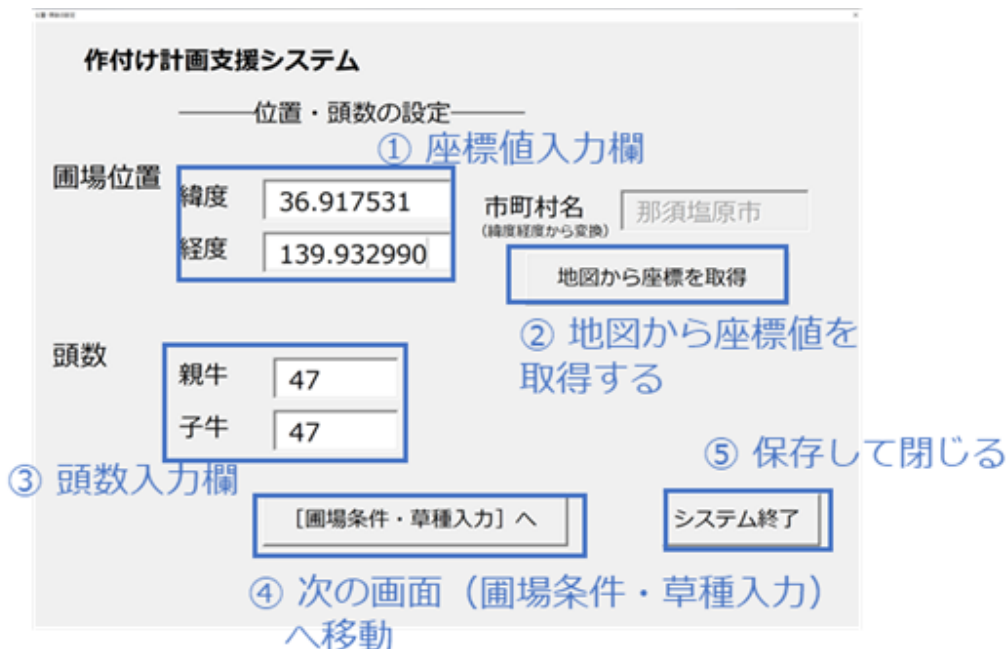

図6 位置座標・頭数入力画面
- 位置座標・頭数入力画面（図6）では、圃場の緯度経度の座標値および放牧する頭数を入力します。
- 圃場の緯度経度の座標値を入力欄（図6①）に直接入力します。圃場が数か所に分散している場合は、それらのおおよその中心位置の座標を用います。
- そのためには、【地図から座標を取得】ボタン（図6②）をクリックします。IE（Internet Explorer）が起動し、地理院地図（<https://maps.gsi.go.jp/>）が表示されます。この画面上で地図をドラッグして画面中央の十字記号が対象の圃場に合うようにします（図7）。（地理院地図では画面左上の【地図】アイコンから、表示を地図と衛星写真で切り替えることもできます。）この状態で右上の×印でIEを閉じると中心部分の座標値が入力欄に反映されます。
- 放牧する親牛と子牛のそれぞれの頭数を頭数入力欄（図6③）に直接入力します。親牛と子牛の頭数が同じである必要はありません。
- 【[圃場条件・草種入力]へ】ボタン（図6④）をクリックすると、これまでの入力値が保存されて、次の画面に移動します。
- 【システム終了】ボタン（図6⑤）をクリックすると、これまでの入力値が保存されて、ファイルが閉じられます。空のExcelファイルのみ残りますので、これも閉じて終了してください。